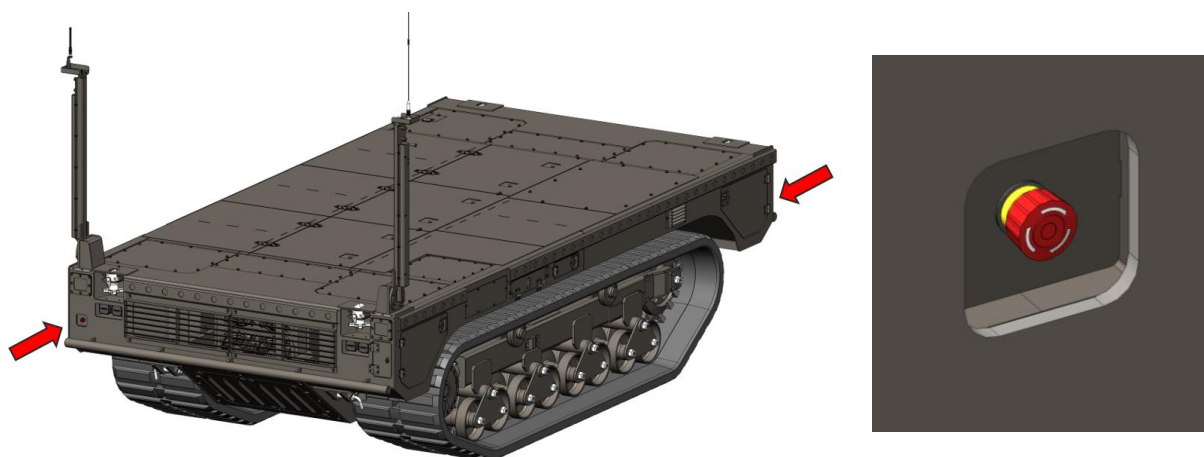

Рисунок 3.23. Расположение кнопок безопасности на машине
Для аварийной остановки двигателя предусмотрены кнопки безопасности, расположенные спереди и сзади гусеничной платформы, см. рис. 3.23.
- Потянуть кнопку безопасности на себя с одновременным поворотом по направлению стрелок на кнопке. Кнопка вернется в исходное положение (рис. 3.23).